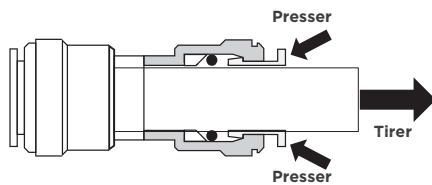
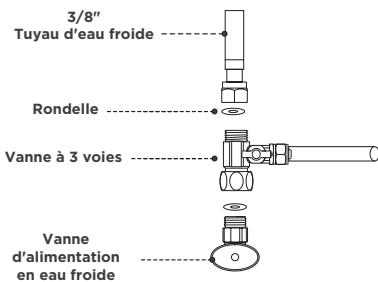

Figure 3
Figure 4
2. Utilisez votre pouce et votre index pour appuyer sur le manchon de verrouillage. Utilisez votre autre main pour retirer le tube du raccord (Fig 3).
4. Vissez l'adaptateur d'alimentation en eau sur la vanne d'alimentation en eau froide (avec sa rondelle) et serrez-le avec une clé à molette (Fig. 3). REMARQUE : Si le tuyau d'eau froide n'est pas de 1/2", vissez les deux convertisseurs de l'adaptateur d'alimentation en eau (Fig.4), puis procédez à l'étape 3.